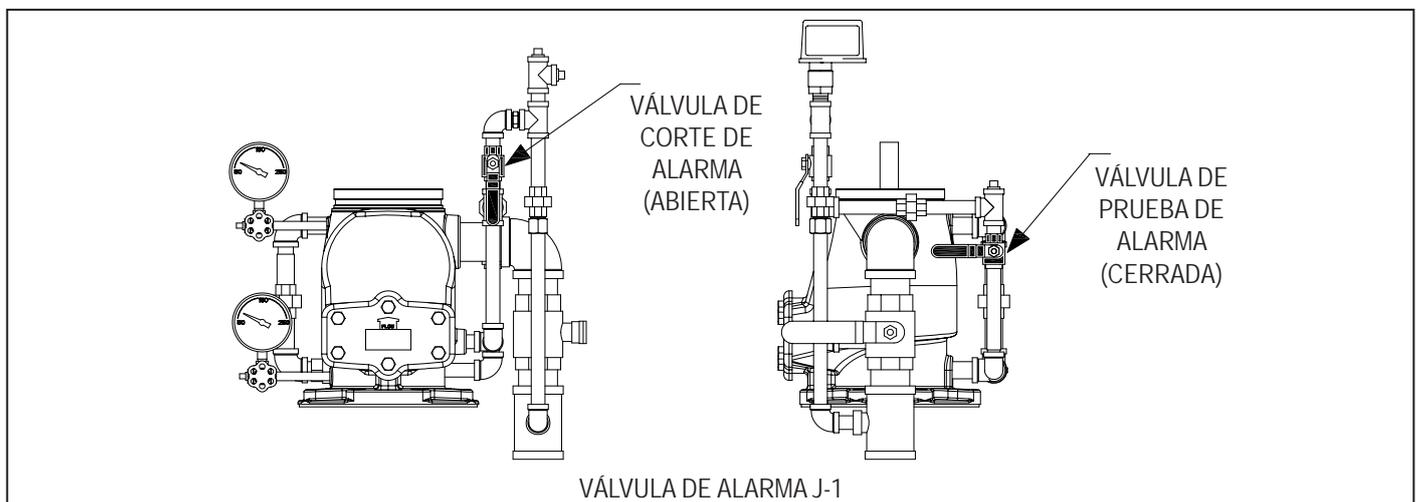

Figura 38
5. En los sistemas que llevan la válvula de alarma modelo J-1, comprobar que la válvula de cierre de alarma está ABIERTA (Figura 38), y que la de prueba de alarma está CERRADA, y todas las válvulas están en su posición normal de funcionamiento y bien precintadas.